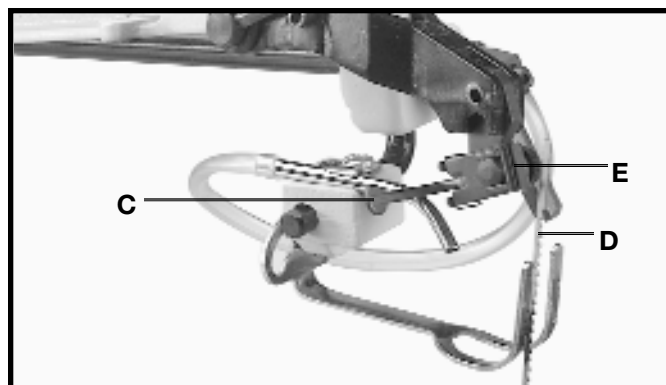

Fig. 23
8. Empuje fig. 23 de la palanca de fijación de la tirada (C), a la posición de la advertencia, para trabar la lámina en el montaje superior del sostenedor de la lámina.